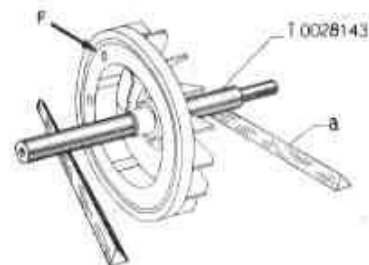

Fig. 37 - Controllo equilibratura rotore.
7. - Controllare nuovamente la concentricità dei diametri con il mandrino T.0028143 ed orologio comparatore. Controllare usando tale mandrino ed i due coltelli «a» della fig. 37 l'equilibratura del rotore. Correggerla eventualmente praticando, in posizione opportuna, alcuni fori non passanti sulla faccia piana dell'espansione polare (ved. fori «F» in fig. 37).